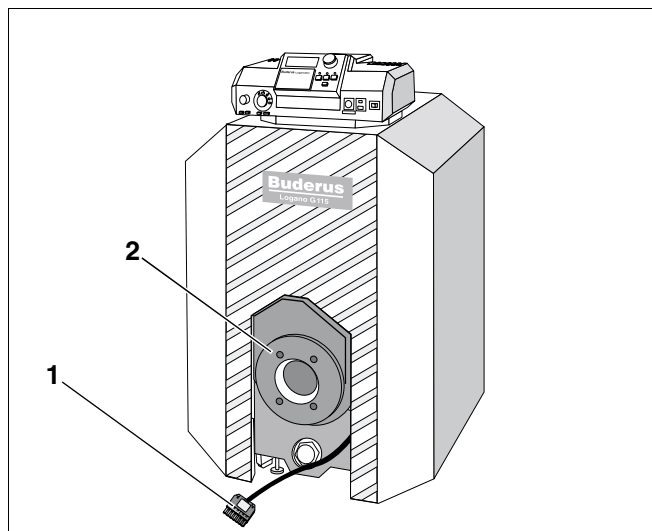

Fig. 32 Montarea arzatorului
- Fixati arzatorul dorit in locul indicat (fig. 32, **poz. 2**).
- Racordati (fig. 32, **poz. 1**) cablul arzatorului la arzator.